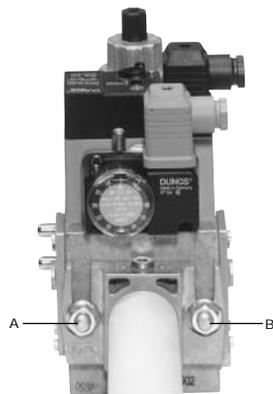
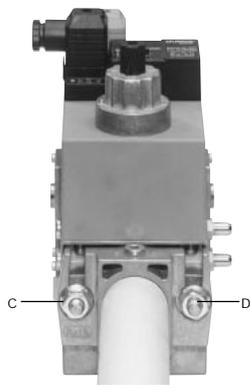
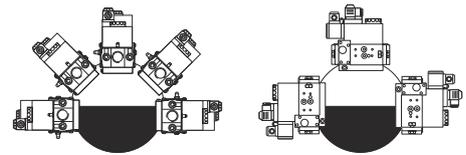

Fig. 6
Fig. 7
Fig. 9
3. stringere le viti A, B, C e D (Fig. 6 - Fig. 7), rispettando le posizioni di montaggio (Fig. 9);